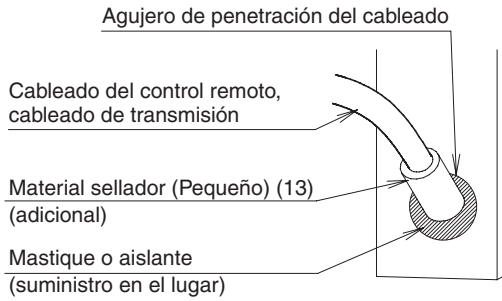

Fig. 24
- Después de conectar el cableado, asegúrese de pegar el material sellador (Pequeño) (13) al agujero de penetración del cableado para evitar que entre agua a la unidad interior. **(Consulte Fig. 24)**